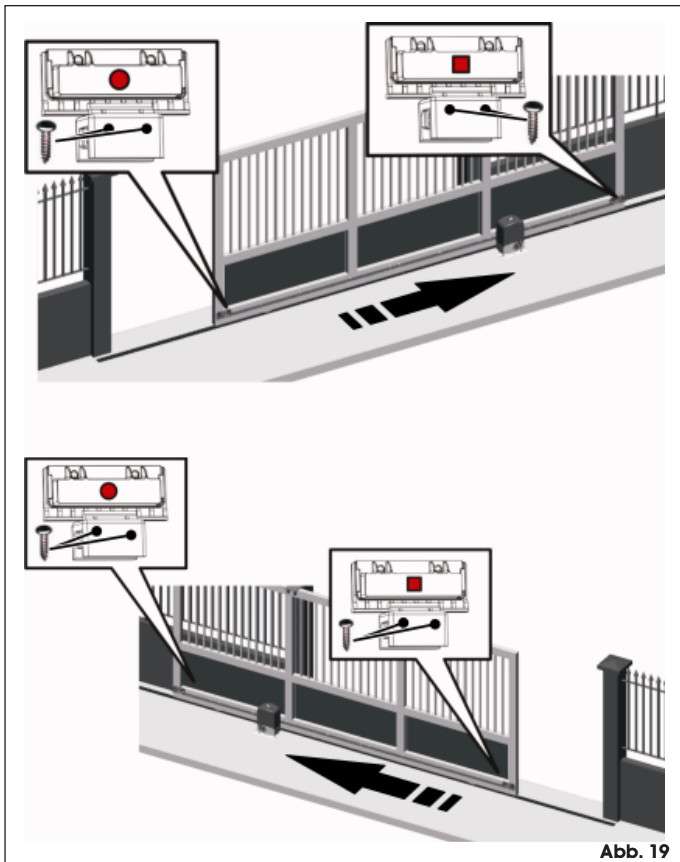

Abb. 19
- ⚠** Für den einwandfreien Betrieb des Antriebs muss der mit dem Kreis dargestellte Magnet rechts vom Motor positioniert sein, der Magnet mit dem Viereck dagegen links vom Motor (SIEHE ABBILDUNG 19).
1. Die beiden Magnete laut Angaben in der Abbildung 19 zusammenbauen.